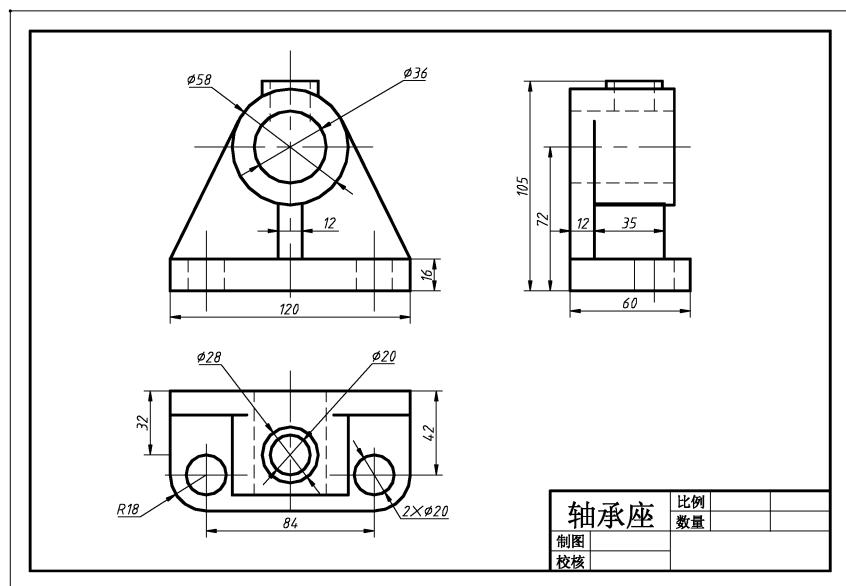

图 6-28 轴承座图样示例
- 3) 绘制如图 6-28 所示的轴承座图样, 不标注尺寸。